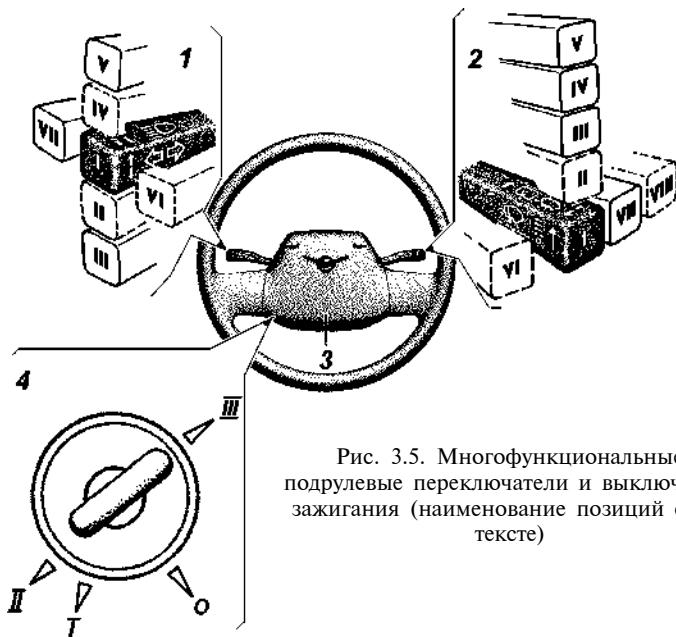

Рис. 3.5. Многофункциональные подрулевые переключатели и выключатель зажигания (наименование позиций см. в тексте)
- 2 — выключатель зажигания (рис. 3.5);
- 4 — многофункциональные подрулевые переключатели (рис. 3.5);
Многофункциональные подрулевые переключатели и выключатель зажигания (рис. 3.5):